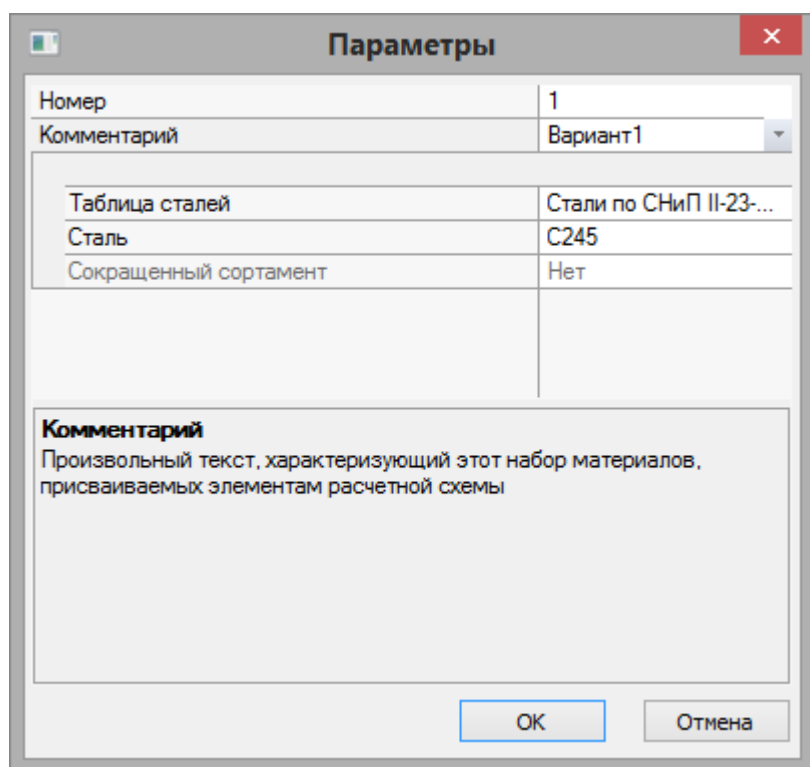

Рис.4.13. Диалоговое окно **Параметры**
- На экран выводится диалоговое окно **Параметры** (рис.4.13), в котором задайте следующие параметры материалов: